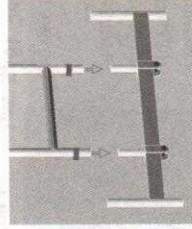
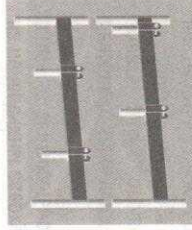

Рис. 9
Рис. 10
5. Расположить соединительные вилки-адаптеры на траверсе на расстоянии 70 см друг от друга (рис. 9) в необходимом месте (рис. 10).